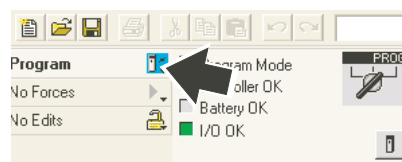

Abbildung 4.3.21j „Program“ Symbol anklicken
8. Klicken Sie mit der linken Maustaste auf das „Program“ Symbol (Abbildung 4.3.21j) und wählen Sie „Go OffLine“ aus dem Menü.